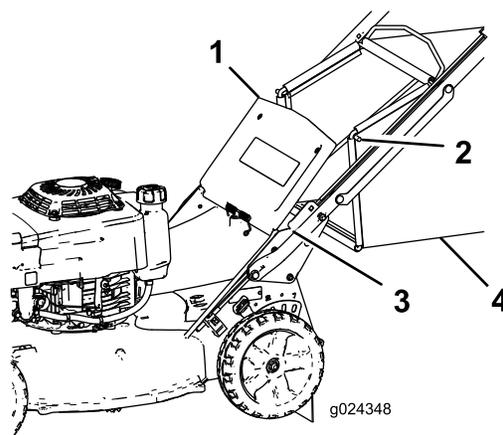

Figura 18
2. Faça subir e mantenha elevado o defletor traseiro (Figura 18).
4. Instale as extremidades da barra do saco nas ranhuras na base da pega e abane o saco para a frente e para trás para assegurar que as extremidades estão encaixadas na parte inferior de ambas as ranhuras (Figura 18).
3. Retire a barra do saco de relva das ranhuras na base da pega (Figura 18).